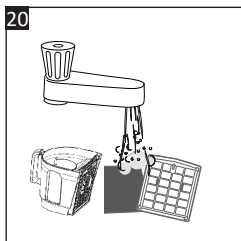

Рис. 20
6. Тримаючи губчастий фільтр (21) брудною стороною вниз, промийте його під краном теплою водою, доки вода не стане чистою (рис. 20). Так само промийте HEPA-фільтр (22).
7. Промийте пилосбірник (11) зсередини теплою водою.